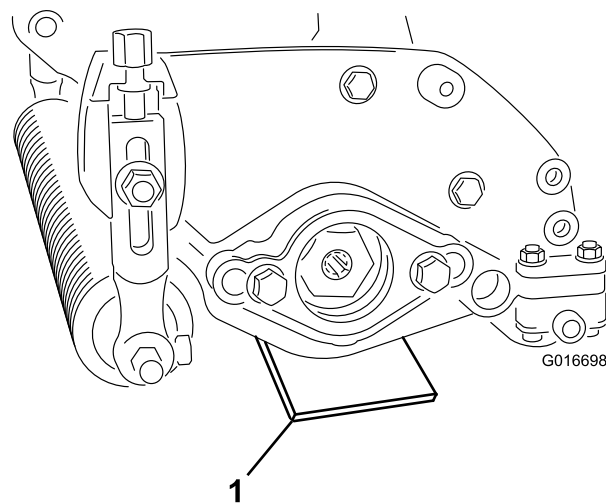

Figura 8
2. Posizionate una barra di misura (all'altezza della lama sopra il terreno desiderata) sotto ciascuna estremità del dispositivo anti-feltro (Figura 8).